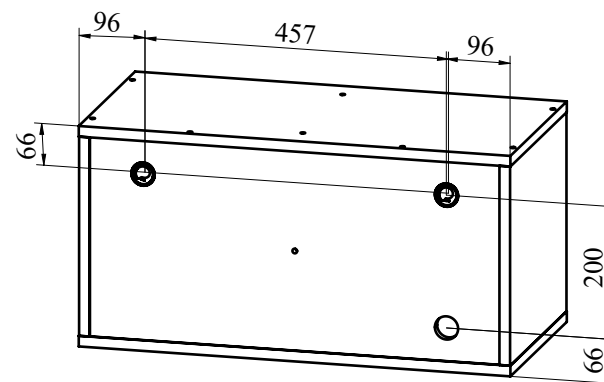

Рис. 3
3. Разметьте стену с помощью рулетки (Рис. 3). Просверлите два отверстия диаметром 8 мм. Вбейте два дюбеля и вкрутите крючки для навесов.